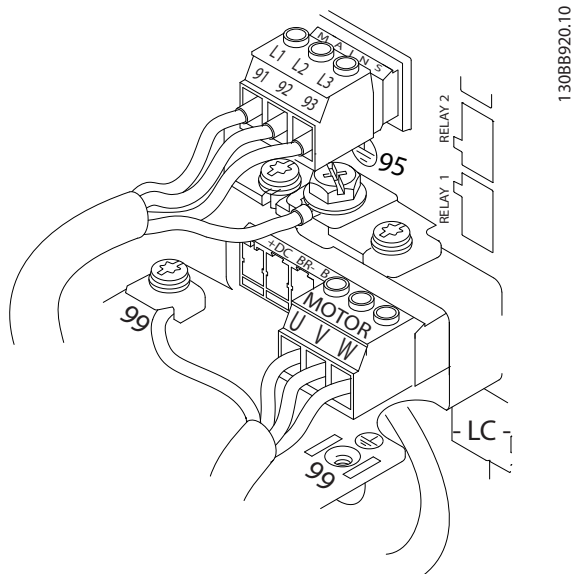

Bild 2.8 Exempel på kabeldragning för motor, nät och jordning
Bild 2.8 visar nätingången, motorn och jordningen för frekvensomformare av standardtyp. Den verkliga konfigurationen kan variera beroende på enhetstyp och tillvalsutrustning.
- Anslut 3-fas växelströmkablar till plint L1, L2 och L3 (se Bild 2.8).